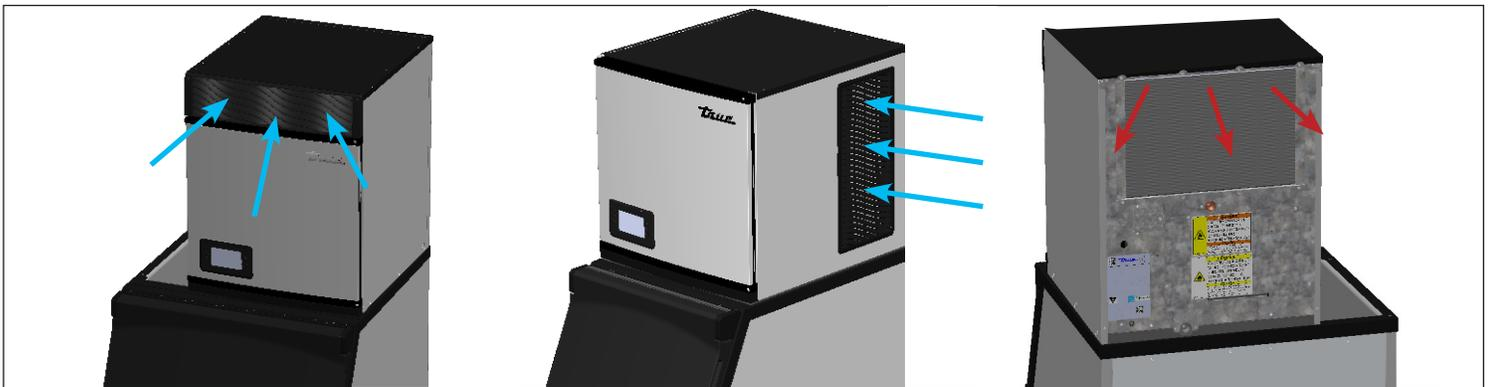

Abb. 2. Luft strömt vorne/seitlich hinein und hinten heraus.
- Dieser Eisbereiter saugt vorne/seitlich Luft an und bläst hinten Luft aus. Siehe Abb. 2. Der Eisbereiter kehrt außerdem den Lüftermotor regelmäßig um, um Schmutz von der Kondensatorschlange zu entfernen.